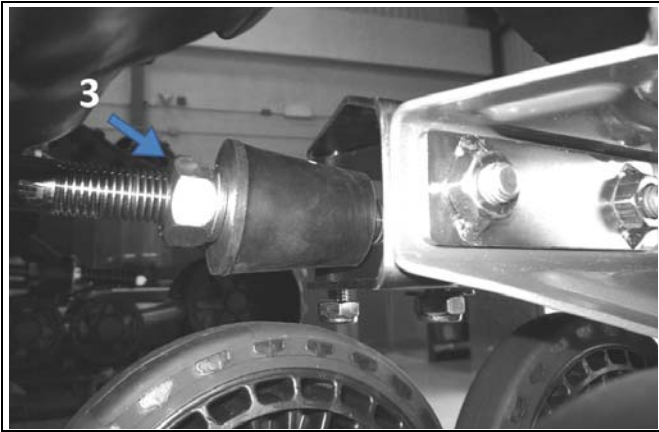

Abbildung 13
- Mutter (3) solange drehen bis der Gummikegel das Gehäuse der Verdrehsicherungs-Halterung berührt. Die Mutter sollte keinen Druck auf den Gummikegel ausüben (Siehe Abbildung 13).